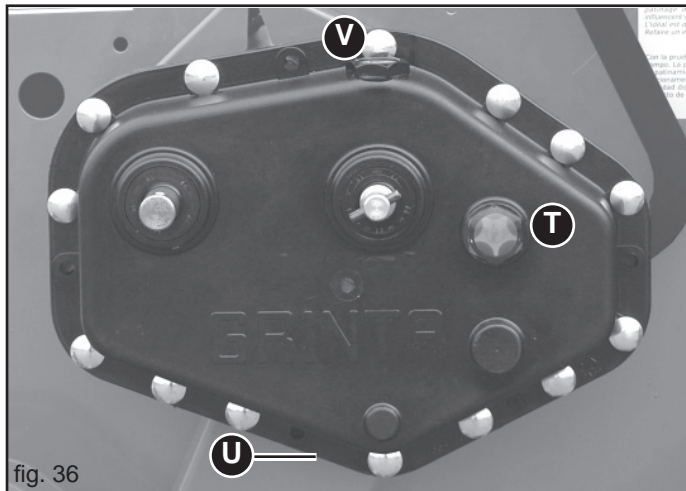

fig. 36
- Verificare il livello di olio nella scatola cambio, eventualmente ripristinarlo fino al livello (T, Fig. 36). Nell'eseguire il ripristino, è consigliabile usare lo stesso tipo di olio (ACER 22).
- tappo scarico olio (U, Fig. 36);
- tappo carico olio (V, Fig. 36).